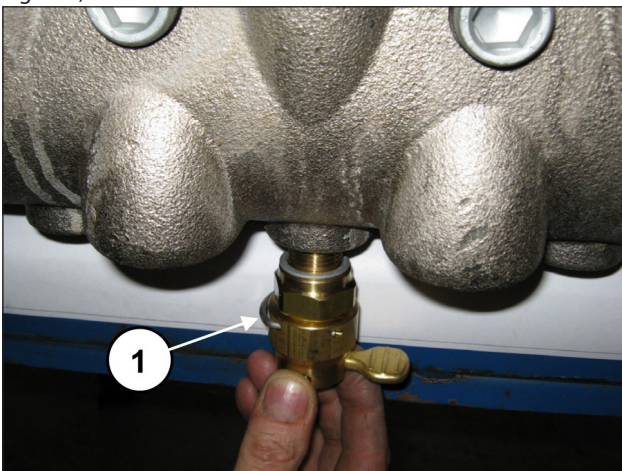
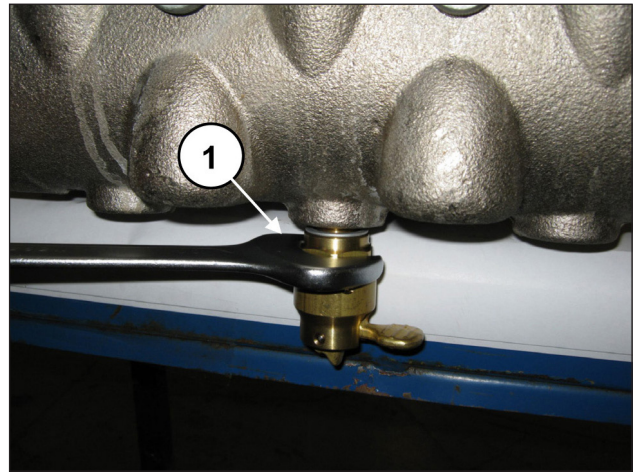

Fig. 131
Fig. 132
Serrer les vis M16x55 du couvercle à l'aide d'une clé dynamométrique, en suivant les explications du chapitre 3. Appliquer les dispositifs d'ouverture des soupapes (rep. ①, Fig. 131) et les serrer à l'aide d'une clé de 30 mm (rep. ①, Fig. 132).